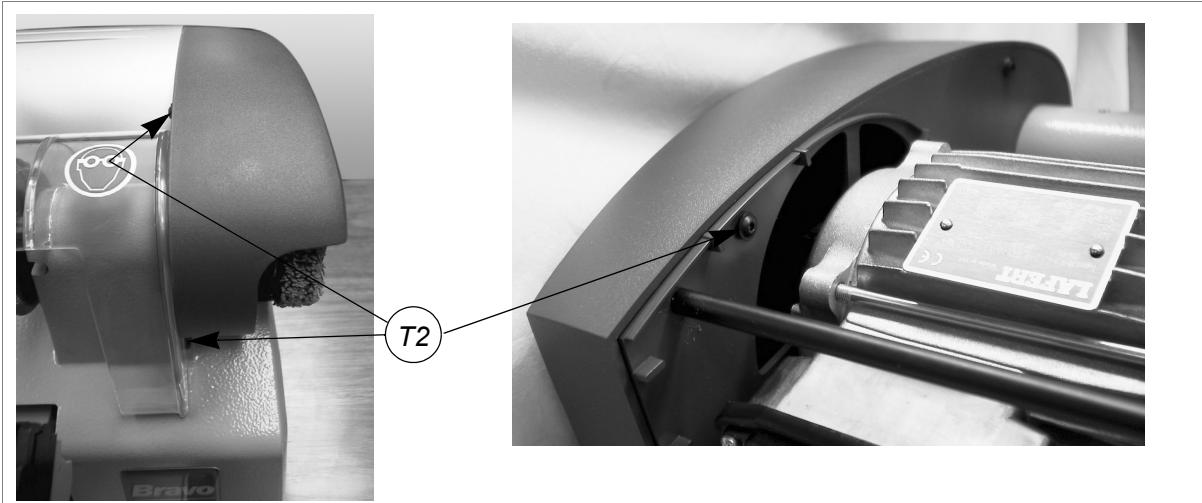

Fig. 31
- 4) Destornillar los 3 tornillos (T2) (fig.31) del cárter correa sacándolo (extrayéndolo hacia el lado frontal de la máquina).
- 4) Destornillar los 3 tornillos (T2) (fig.31, pág.24) del cárter correa sacándolo (extrayéndolo hacia el lado frontal de la máquina).
- 6) Colocar el cárter correa fijándolo con los 3 tornillos (T2) (fig.31, pág.24).
- 7) Destornillar los 3 tornillos (T2) (fig.31, pág.24) del cárter correa sacándolo (extraíéndolo hacia el lado frontal de la máquina).
- 16) Colocar el cárter correa fijándolo con los 3 tornillos (T2) (fig.31, pág.24).